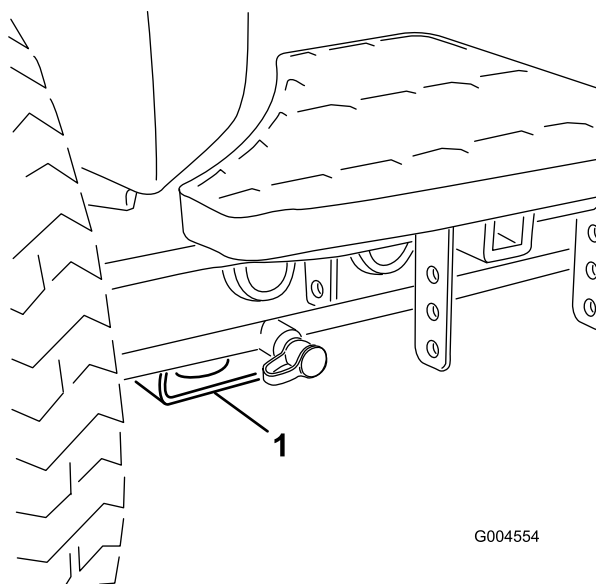

図 43
- ・ 前：各前輪の内側、アクスル・チューブの下にある四角いパッド (図 43)